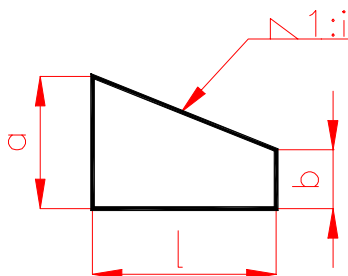

Figura 25 Calculul înclinării
Înclinarea (la poliedre) este raportul dintre diferența lungimii laturilor **a** și **b** și, dublul distanței ($2 \times l$) dintre acestea (relația (2) și figura 25).